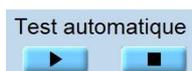

Figure 44
**Démarrer/Pause**  et **Arrêt.(Arrêter)**  le test (Figure 44).